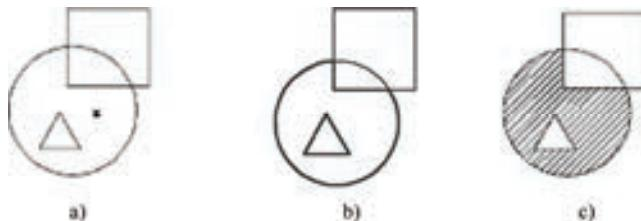

图 3-72 边界确定
(1) 拾取点 通过选择由一个或多个对象形成的封闭区域内的点，确定图案填充边界，如图 3-72 所示。指定内部点时，可以随时在绘图区域中单击鼠标右键，以显示包含多个选项的快捷菜单。